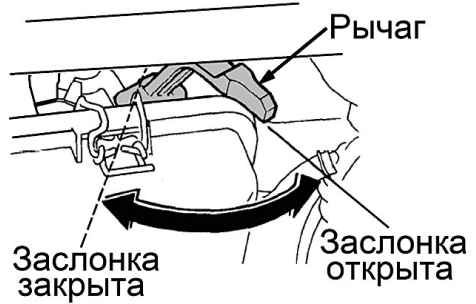

Рис. 11 Рычаг управления воздушной заслонкой
4. Закройте воздушную заслонку карбюратора (Рис. 11).